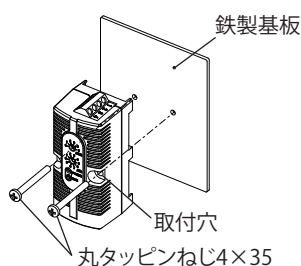

図6
- 鉄製基板取付時は、付属の丸タッピンねじ 4×35 にて固定してください。(図 6)